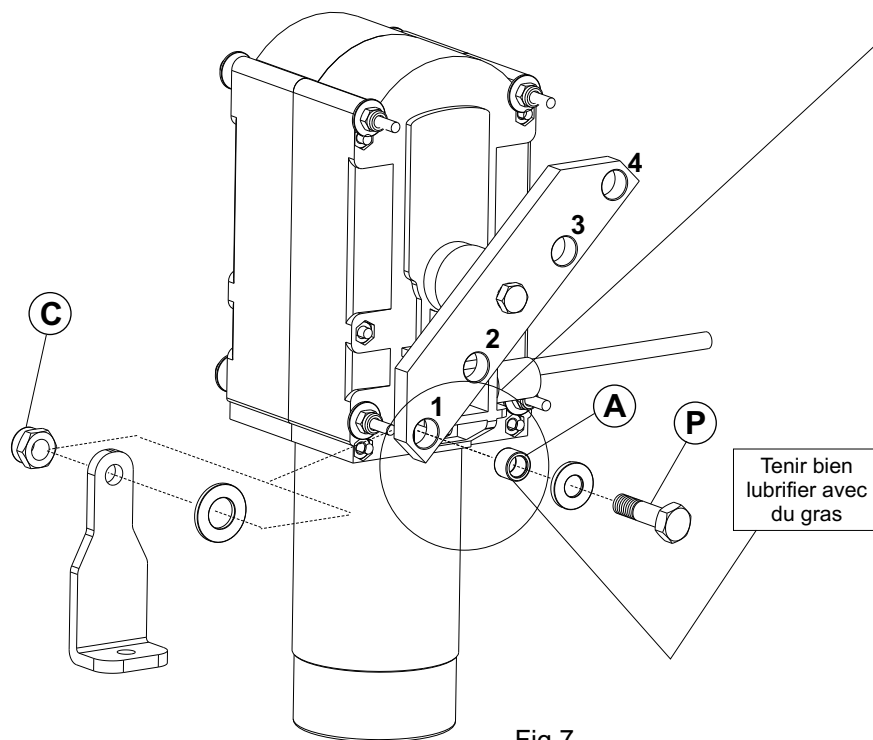

Fig.7
- Monter les composants restants comme dans Fig. 7.